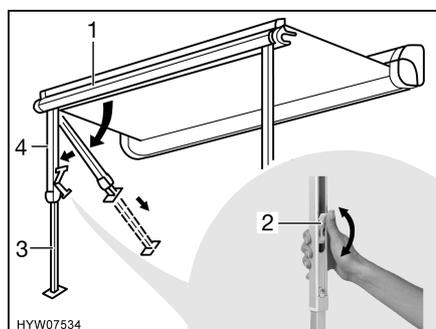

Fig. 11 Colocar los pies de apoyo
- Extraer los pies de apoyo (Fig. 11,4) del listón frontal (Fig. 11,1) presionando ligeramente hacia el exterior, plegar los mismos hacia fuera y colocarlos.
- Extraer hasta la longitud deseada la pieza inferior de los pies de apoyo (Fig. 11,3).
- Cerrar el bloqueo en los pies de apoyo. Para ello, presionar hacia arriba la palanca de bloqueo (Fig. 11,2).